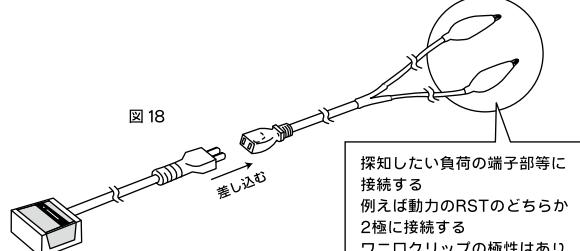

図18
- 送信器より出ているACプラグをワニコクリップ付きコードのソケットに差し込むと共に探知したい負荷の端子部に鰐口クリップを接続します。(図18)